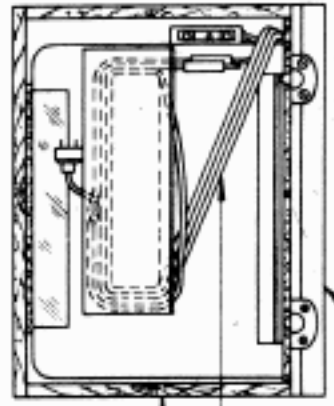

FIGURE 3.
7. WRAP POWER AND LINE CORDS AROUND COPYHOLDER AS SHOWN IN FIGURE 3.